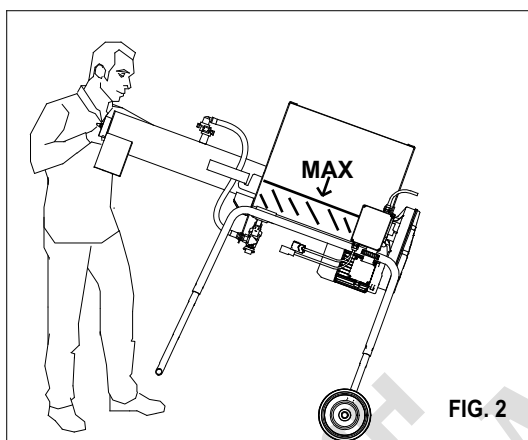
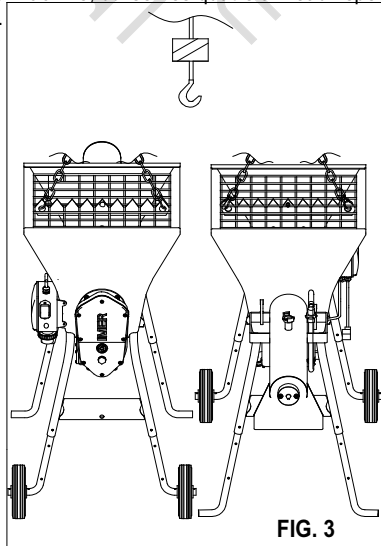

FIG. 2
FIG. 3
8. TRANSPORT (voir fig.2 et fig.3)
De plus, il faut qu'il y ait le moins de matériau possible en trémie. Soulever le mélangeur au moyen des poignées spéciales (fig.2) et pousser dans la direction souhaitée.
- ATTENTION ! Pour le levage de la machine, n'utiliser sous aucun prétexte des points d'accrochage différents de ceux indiqués sur la figure 3.
Pour soulever la machine, utiliser les quatre anneaux spécialement prévus (fig. 3).